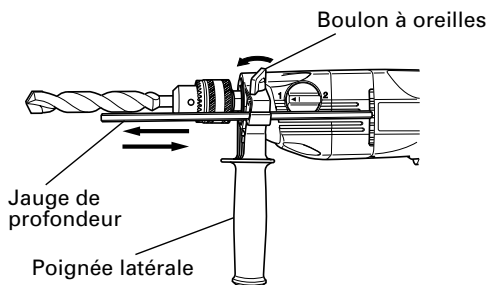

Fig. 6
8. Fixation de la poignée latérale (Fig. 6)